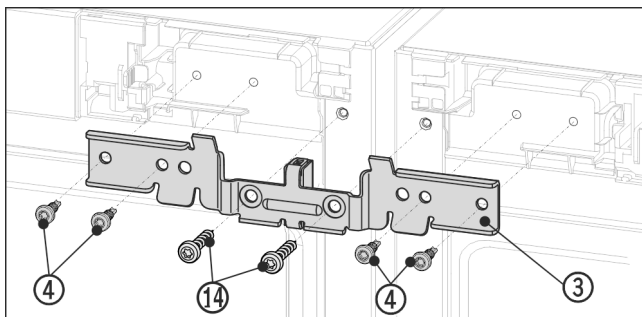

Fig. 13 Príklad zobrazenia
- ▶ Uholník Fig. 13 (3) s dištančným dielom zasunú medzi zariadenia a na čapy. Uholník voľne priskrutkujte striedavo pravo a vľavo pomocou štyroch skrutiek Fig. 13 (4) a predtým vyskrutkovaných uzemňovacích skrutiek Fig. 13 (14).